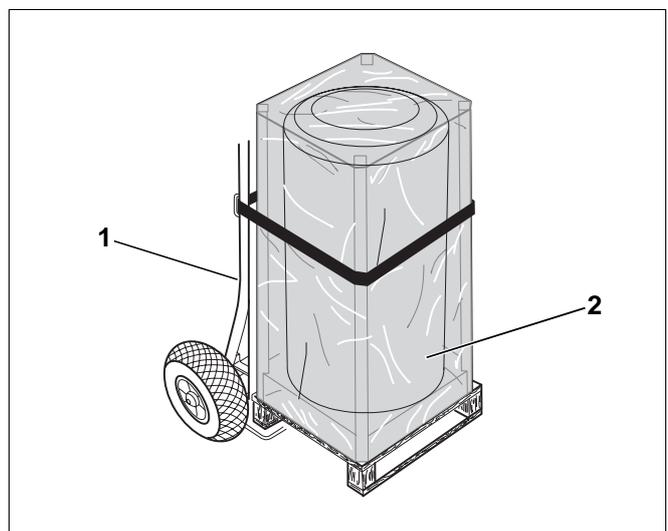

fig. 3 Transportar o acumulador de água quente sanitária no carrinho de transporte
- Colocar o carro de transporte da caldeira (fig. 3, **pos. 1**) encostado à parte traseira do acumulador de água quente sanitária embalado (fig. 3, **pos. 2**).